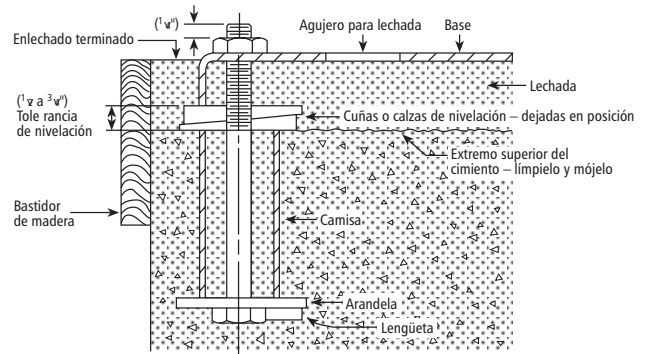

Figura 1
- Se recomienda enlechar la base a una cimentación con una base sólida. Consulte la Figura 1.